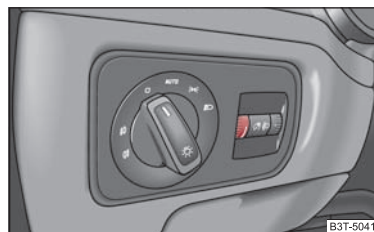

Fig. 49 Tabloul de bord: Iluminarea instrumentelor de bord
- Rotiți regulatorul rotativ ⇒ fig. 49 pe intensitatea dorită a iluminării instrumentelor de bord.